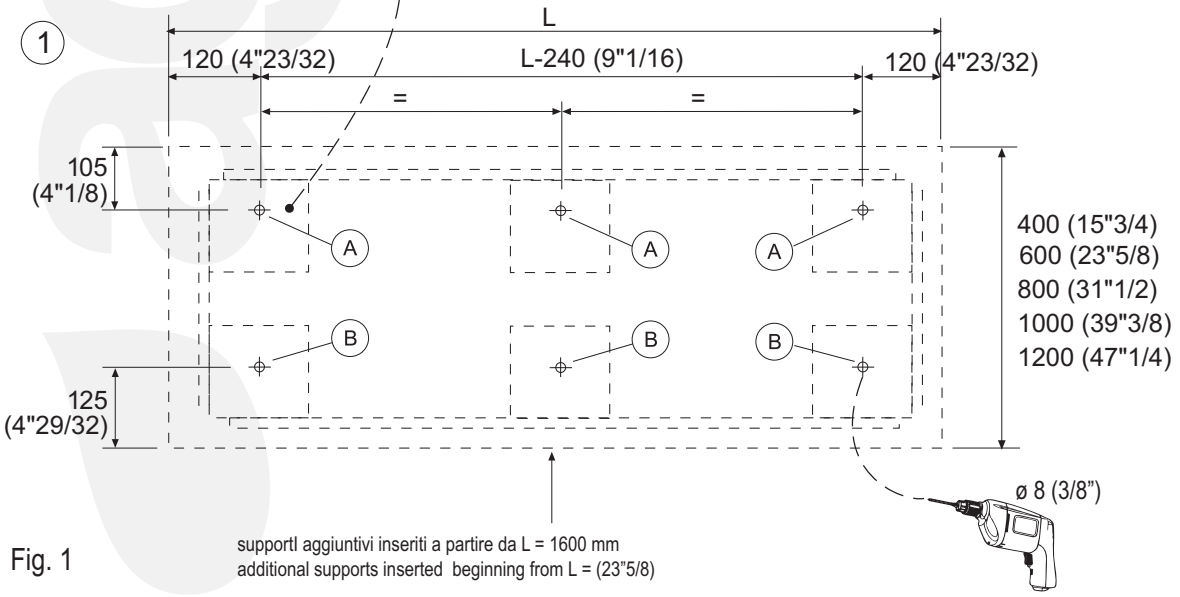

Fig. 1
1. Dopo aver individuato la posizione sulla parete, praticare i fori così come indicato nello schema (fig. 1).
1. Mark position on the wall and drill holes as shown in diagram (fig. 1).